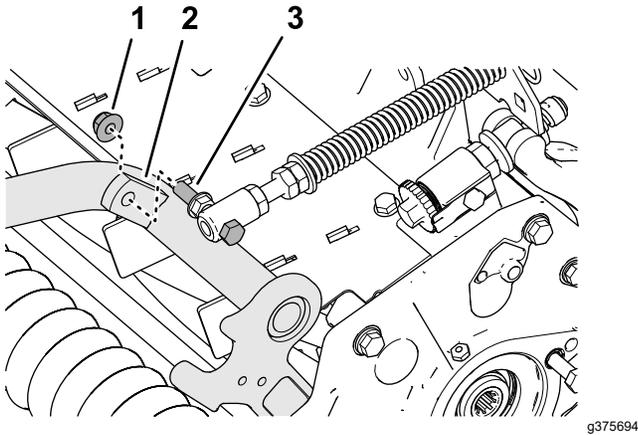

Figura 19
- 4. Monte el tornillo del muelle de compensación del césped en la pestaña derecha del bastidor de tiro (Figura 19) con la contratuerca con arandela prensada ($\frac{3}{8}$ ").